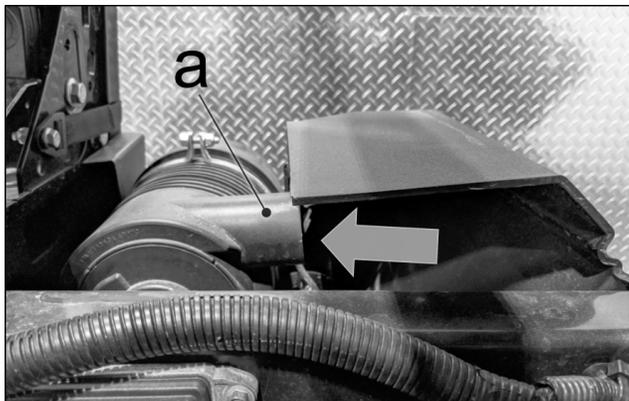

Figure 1
1.1 Soulever la boîte cargo pour accéder aux composants moteur du véhicule et localiser l'entrée d'air (A) du moteur, côté droit du véhicule. Voir la Figure 1.